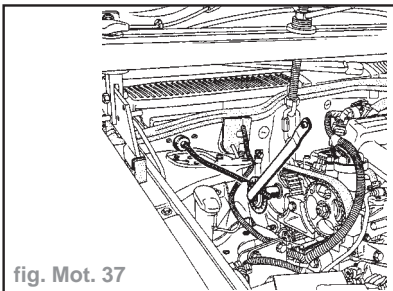

fig. Mot. 37
- Serrer l'écrou de la poulie d'arbre à cames d'échappement au couple de **3 daN.m** puis effectuer un angle de 45° puis un second angle de 45° à l'aide de l'outil **Mot. 1368** (fig. Mot. 37).